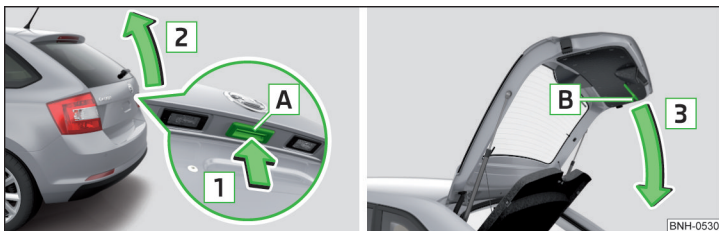

Fig. 36 Deschiderea/închiderea capotei portbagajului
- Pentru **deschidere**, apăsați butonul **A** în sensul săgeții **1** > fig. 36.
Butonul **A** > fig. 36 se dezactivează la plecarea de pe loc respectiv de la o viteză mai mare de 5 km/h. După oprire și deschiderea unei portiere, butonul este activat din nou.